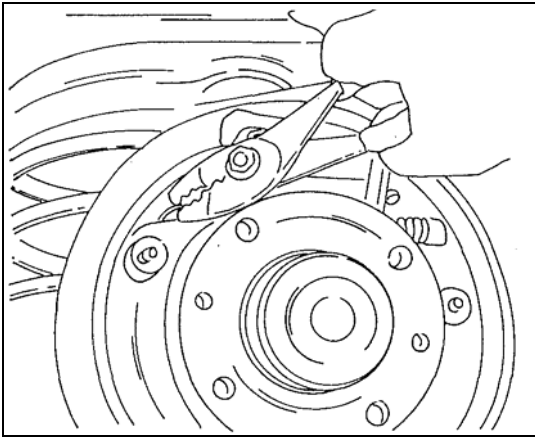

Bild 4 Aushängen oder Einhängen einer oberen Backenrückzugfeder.
- 6 Wie in Bild 4 gezeigt, den Haken der unteren Backenrückzugfeder erfassen und aushängen. In ähnlicher Weise die obere Rückzugfeder zwischen den Backen aushängen.